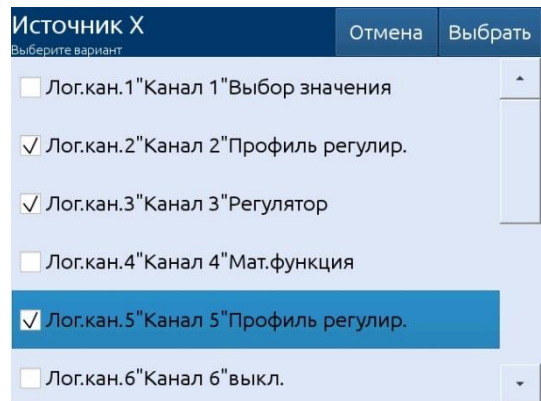

Рисунок 2.23 – Редактор выбора нескольких вариантов
- редактор выбора нескольких вариантов из списка (см. рисунок 2.23).